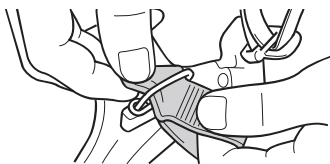

図 74 しめひもを外す
1. 左右 4 カ所については、門環から、しめひもを外します。(図 74 参照)